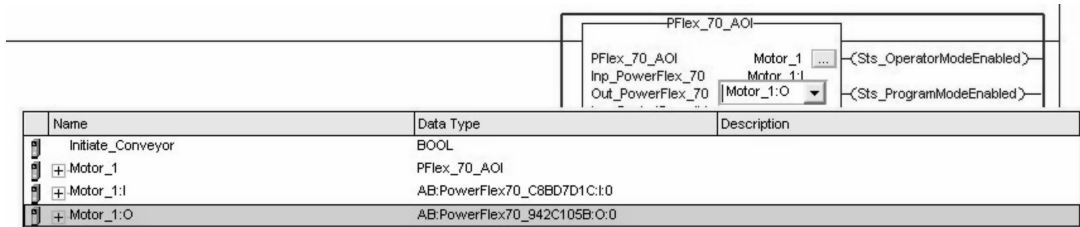

图 24-21 选择模块输入和输出标签
4) 为先前组态的 AOI 选择模块输入和输出标签。确保在添加标签之后保存应用文件, 如图 24-21 所示。